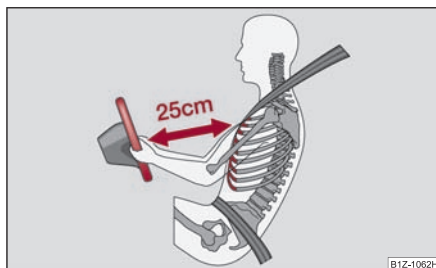

Fig. 145 Distanța sigură față de volan
- Între conducător și volan trebuie să existe o distanță de cel puțin 25 cm ⇒ fig. 145. Dacă nu se respectă această distanță, sistemul airbag nu își poate exercita eficiența maximă – Pericol!